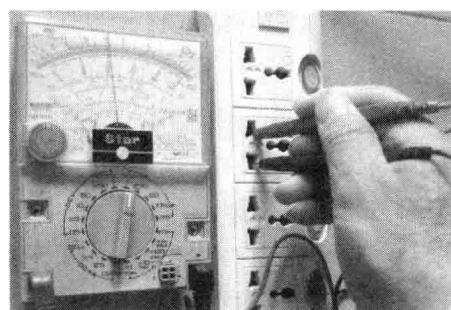

图 1-10 市电电压检测
3) 检测操作要用单手同时拿两支表笔（按握手方式，见图 1-10）。